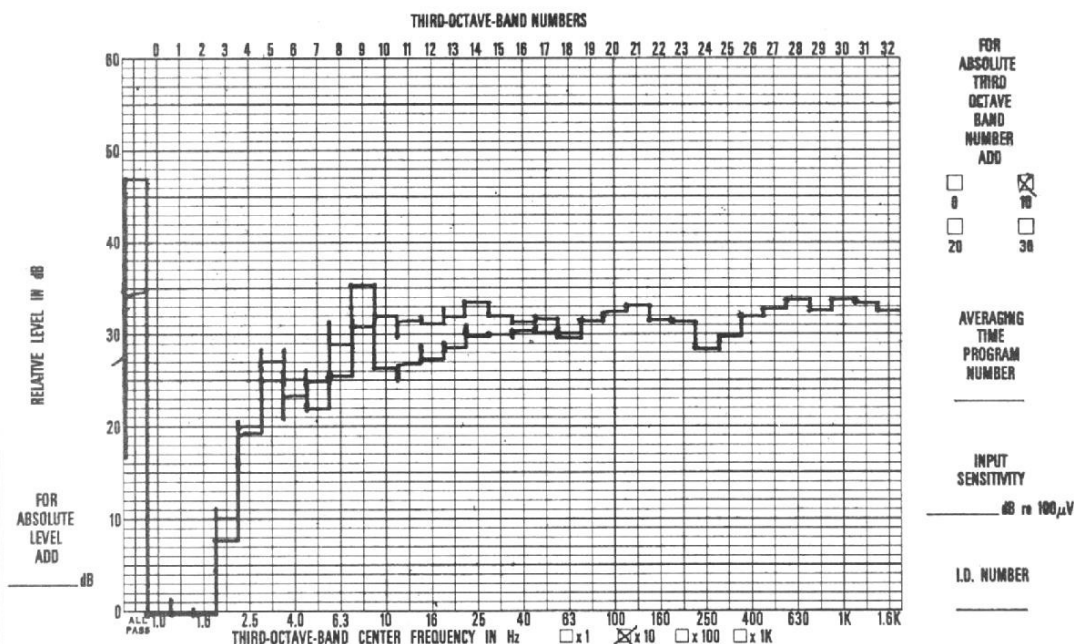

Fig. 6. - Courbe de réponse (A : en haut et D : en bas) de l'Andante 3A suivant la position du « Room Control ».
2) Surelevée (fig. 6) pour les positions extrêmes du « control room » (positions notées A et D), ce qui permet de juger du renforcement ou de l'affaiblissement du bas du spectre sonore.